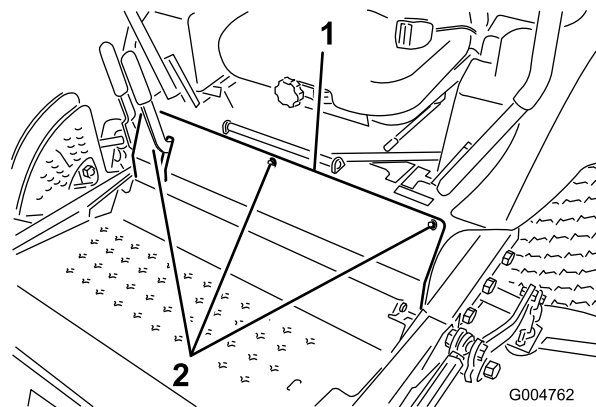

Figura 58
2. Togliete i bulloni che fissano il pannello anteriore, e rimuovete il pannello (Figura 58).